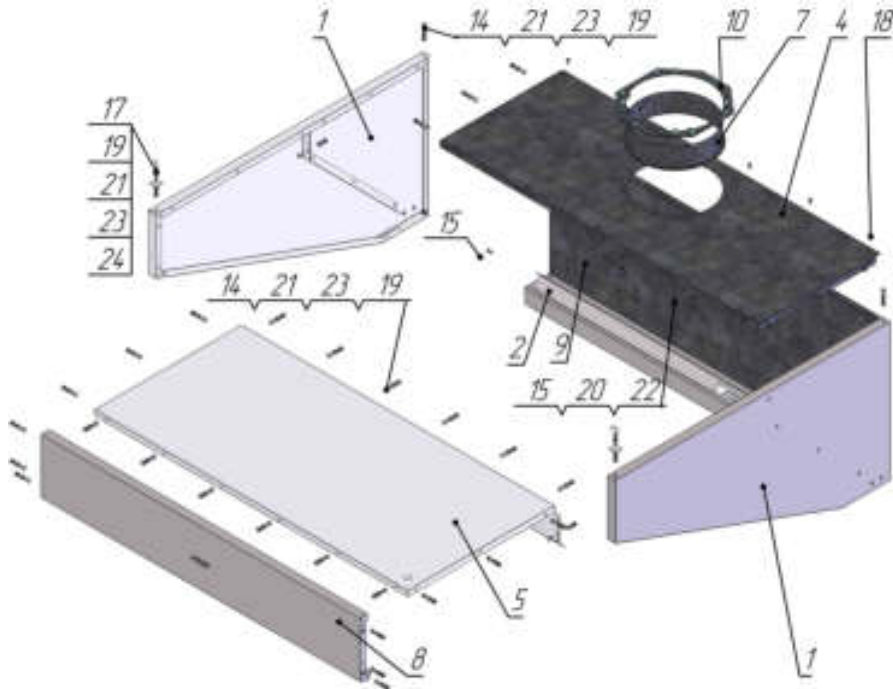
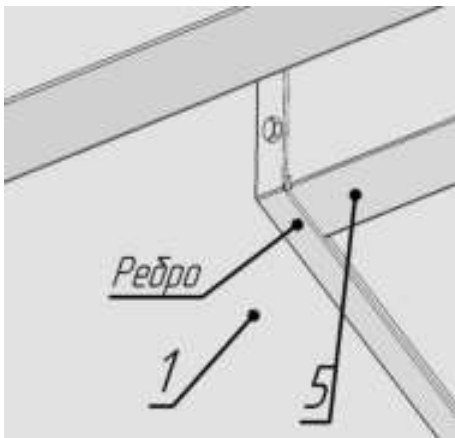

Рис.1
Рис.2
4.3.2. На два крючка поз. 17 (Рис. 1) навернуть гайки поз. 19 (Рис. 1) на расстояние ~ 30 мм от конца стержня. Взять стенку боковую поз. 1 (Рис. 1) и вставить крючок с гайкой в отверстие, закрепить комплектом крепежа поз.24* поз. 19, поз. 21, поз. 23 (Рис. 1). Аналогично установить крючок на второй стенке боковой.
4.3.3.Соединить крышку заднюю поз. 4 (Рис. 1) с крышкой передней поз. 5 (Рис. 1), закрепить комплектом крепежа поз. 14, поз. 19, поз. 21, поз. 23 (Рис. 1). Крышки в сборе соединить с панелью поз. 8 (Рис. 1) и закрепить крепежом поз. 14, поз. 19, поз. 21, поз. 23 (Рис. 1).
4.3.4. Крышки в сборе с панелью соединить со стенкой боковой поз. 1 так, чтобы ребро под 45° крышки передней поз. 5 лежало с внутренней стороны уголка стенки боковой поз. 1 (Рис. 2), и закрепить комплектом крепежа поз. 14, поз. 19, поз. 21, поз. 23 (Рис. 1). Крепление стенки задней поз. 9 (Рис. 1) произвести крепежом поз. 18, поз. 14, поз. 19, поз. 21, поз. 23 (Рис. 1). Установить жиросборник поз. 2 (Рис. 1), как показано на Рис. 1, и закрепить крепежом поз. 15, поз. 21, поз. 23 (Рис. 1). На собранную конструкцию установить вторую стенку боковую поз. 1 (Рис. 1), закрепить крепежом поз. 14, поз. 19, поз. 21, поз. 23 (Рис. 1). Затянуть весь крепёж с обеих сторон.
4.3.5. Установить каркас зонта в вертикальное положение (на одну из стенок боковых). Фиксатор поз. 10 (Рис. 1) надеть на патрубок поз.7 (Рис. 1) и соединить с каркасом зонта комплектом крепежа поз. 15, поз. 20, поз. 22 (Рис. 1).